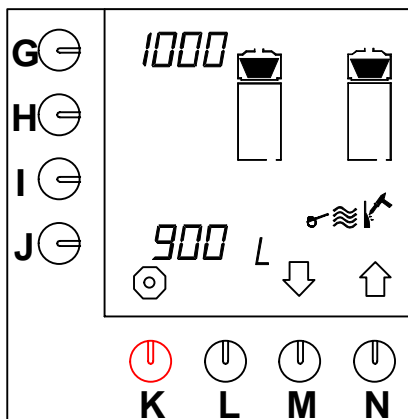

Fig. 26 Avkalkningsräknare bryggarsystem
- Avkalkningsräknaren visas på displayen (fig. 26).
- På displayen (fig. 26) bredvid programmeringstangenten (G.) visas efter hur många liter kaffe systemet måste avkalkas.